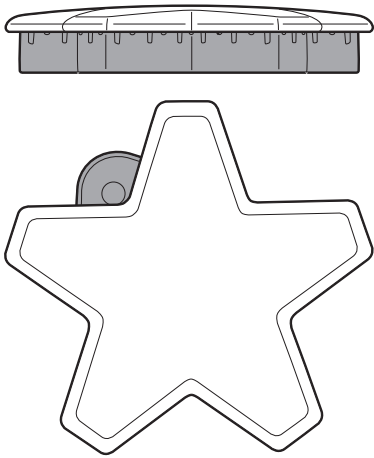
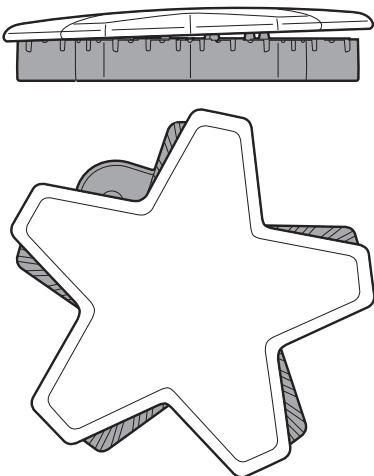

Figure 6 : Chapeau de brûleur placé correctement
Figure 7 : Chapeau de brûleur placé incorrectement
- Vérifiez chaque brûleur pour vous assurer qu'il n'y a pas d'espace entre le chapeau et la base du brûleur. Voir les *Figure 6* et *Figure 7* pour des exemples de chapeau de brûleur placé correctement ou incorrectement.
- Vous pouvez essayer de déplacer délicatement les chapeaux des brûleurs latéralement pour vous assurer qu'ils sont placés correctement sur leur base. Lorsqu'ils sont bien placés, les chapeaux des brûleurs sont droits sur la base et couvrent complètement la base du brûleur en forme d'étoile lorsque vous les regardez d'en haut, comme sur la *Figure 6*.
Chaque brûleur STAR^{mc} comporte son propre allumeur électronique qui produit des étincelles lorsque le bouton est activé. Les brûleurs doivent s'allumer en 4 secondes ou moins. Si le brûleur ne s'allume pas, assurez-vous que le chapeau est correctement posé sur sa base (voir les *Figure 6* et *Figure 7*).